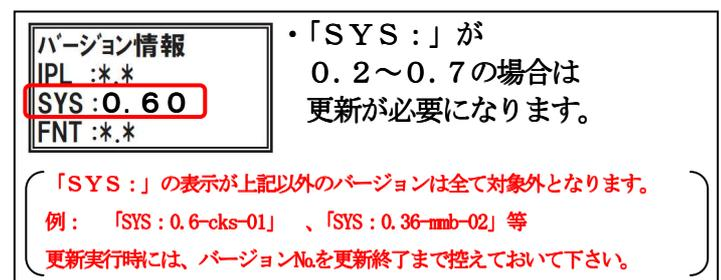

図4 ソフトバージョン確認画面
⑤ バージョン情報が表示されますので図4の赤枠部分のナンバーを確認して下さい。